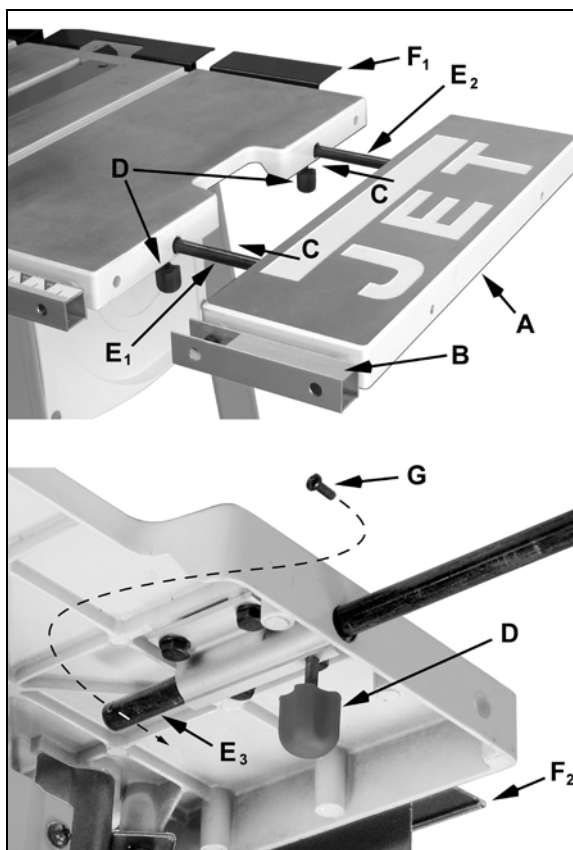

Figura 15
4. Coloque las *tuercas de brida hexagonales* (G) en los extremos roscados de las *varillas de prolongación* (D) y no las apriete demasiado para que pueda girar las varillas a mano.
*Modelos BTC, LSA y LSB – la prolongación derecha de la mesa debe asemejarse A en la Figura 15.*
Consulte la Figura 15: